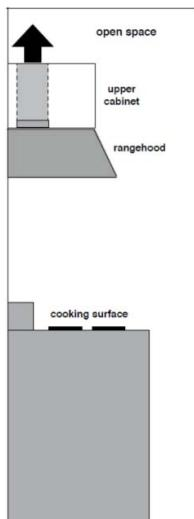
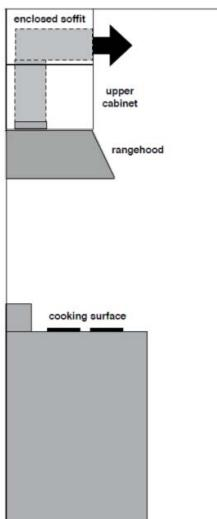

FIGURE 3A
FIGURE 3B
2) Une canalisation doit être installée pour évacuer la hotte dans la cuisine, soit au sommet des armoires (FIGURE 3A) ou sur la face ou le côté du parement (FIGURE 3B). Installez un conduit métallique d'au moins 15" (fig. 3A et 3B) à la sortie d'air. Faites passer le conduit verticalement et fixez-le à l'ouverture pratiquée au sommet ou sur le côté de l'armoire ou du parement. L'installation d'une grille métallique est recommandée. Cette canalisation ne doit pas se terminer dans un espace sans circulation d'air. Un FILTER1 doit être acheté pour compléter ce type d'installation.